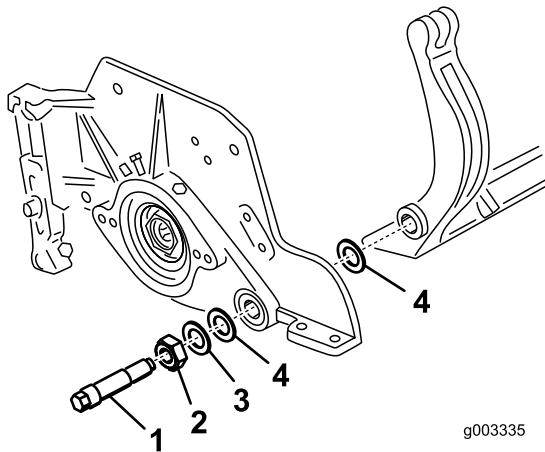

Figura 29
**Nota:** Guarde as duas anilhas de nylon e a anilha de aço prensado de cada uma das extremidades da barra de apoio (Figura 29).
**Nota:** Coloque uma arruela de nylon de cada lado da placa lateral. Coloque uma arruela de aço no exterior de cada uma das arruelas de nylon (Figura 29).